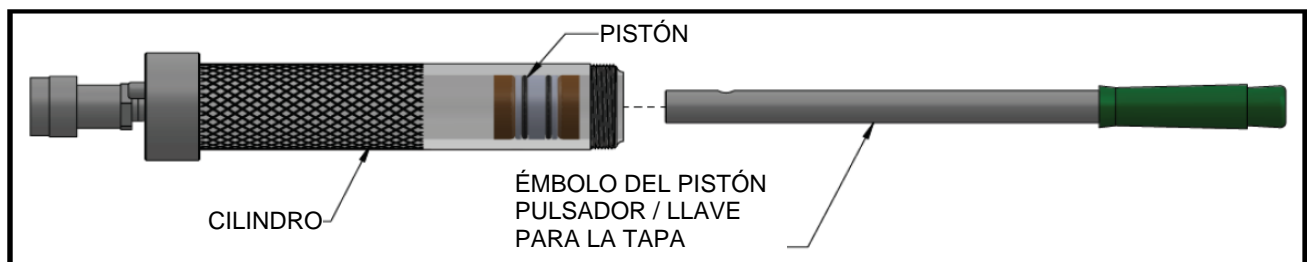

Figura 7
- 2.) Para cargar el sellador en un cilindro/barril de inyección de sellador, cerciórese de que el pistón esté en el fondo del cilindro. La Figura 7 muestra cómo empujar el pistón hacia adentro. La bomba hidráulica conectada debe estar en la posición de liberación para permitir que el aceite fluya de vuelta a la bomba. Si el pistón quedó muy apretado podría ser necesario un martillo para introducir el pistón hasta el fondo. Si se perdiese el émbolo del pistón suministrado, se puede usar un trozo de tubo o mango de un martillo para meter el pistón hasta el fondo.